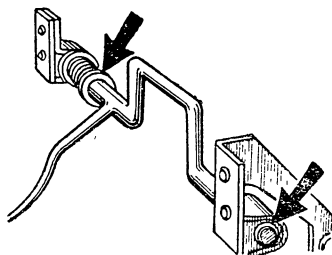

Рис. 40. Подшипники валика привода управления дроссельной заслонкой карбюратора (2 точки)
- 39 Смазать тормозной жидкостью подшипники валика привода управления дроссельной заслонкой карбюратора (2 точки, рис. 40).